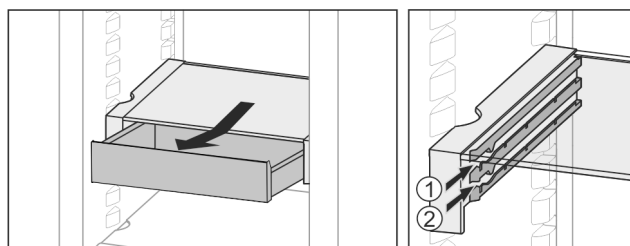

Fig. 28
- ▶ Introduceți la înălțimea dorită Fig. 28 (1) sau Fig. 28 (2).